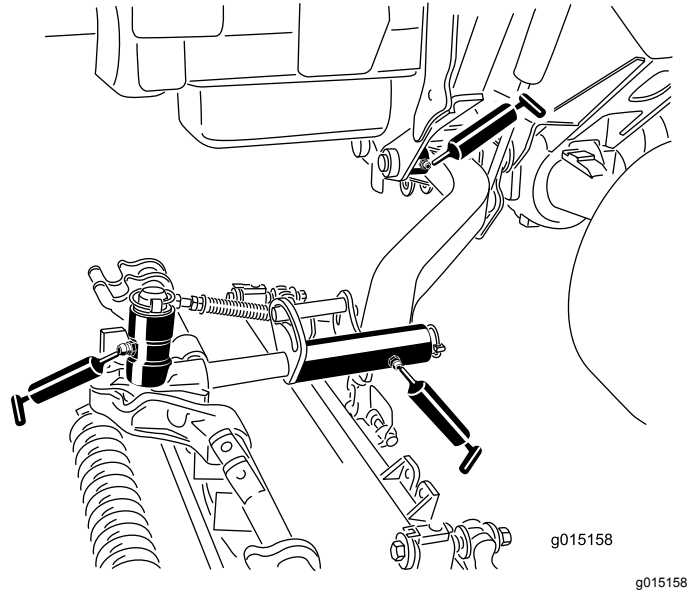

Figura 71
- Casquillos de pivote de los brazos de elevación (1 por unidad de corte) (Figura 71)
- Bastidor de tiro de la unidad de corte (2 por unidad de corte) (Figura 71)
- Pivotes de los brazos de elevación de las unidades de corte (1 por unidad de corte) (Figura 71).